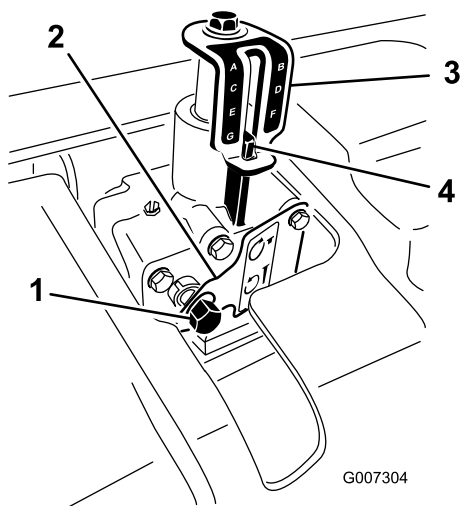

Figura 24
3. Inserite una bussola da 1,4 cm con un cricchetto sull'albero di entrata del regolatore di profondità (Figura 24).
5. Ruotate il regolatore di profondità in senso orario per ridurre la profondità di arieggiatura o in senso antiorario per aumentarla (Figura 24).
6. Ruotate l'albero di entrata del regolatore di profondità fino al raggiungimento della profondità desiderata, come illustrato sull'adesivo indicatore di profondità (Figura 24).